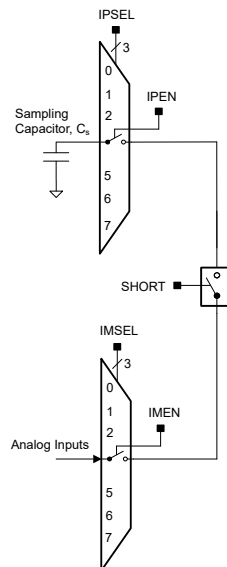

图 6-9. 比較器短路開關
如 图 6-9 所示，所需的取樣時間與採樣電容尺寸 (CS)、短路開關 (R) 串聯的輸入開關電阻，以及外部來源 (RS) 的電阻大小成比例。取樣電容 CS 應該大於 100 pF。可用以下公式計算取樣電容 CS 充電時間常量 Tau。